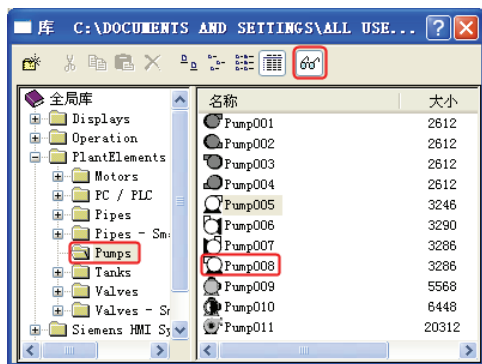

图 5-43 “库”对话框
2) 打开的“库”对话框如图 5-43 所示,展开全局库下的“PlantElements”,选中“Pumps”